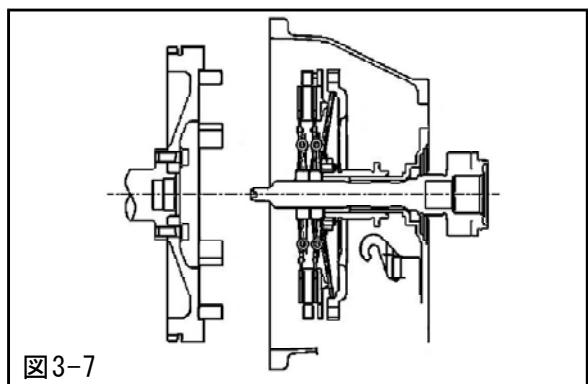

図3-7
(7) (6)で組付けたクラッチカバーと(5)で組付けたディスク、プレート類をベルハウジング側に取付け、トランスマッisionのベルハウジング部をエンジンに組付けます。(図3-7)